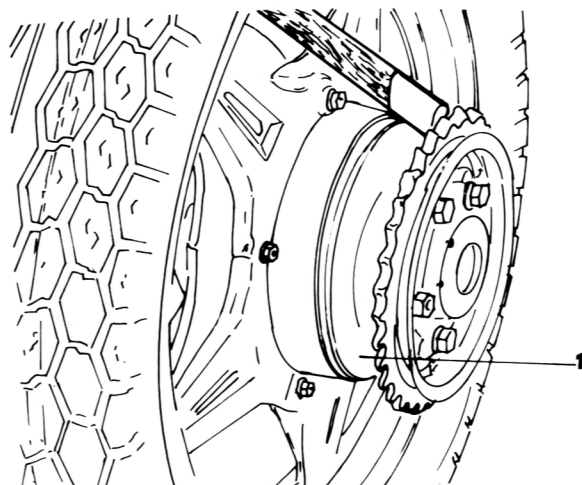

Bild 178
- Den Abtriebsflansch («1» in Bild 178) von der Radnabe abnehmen.